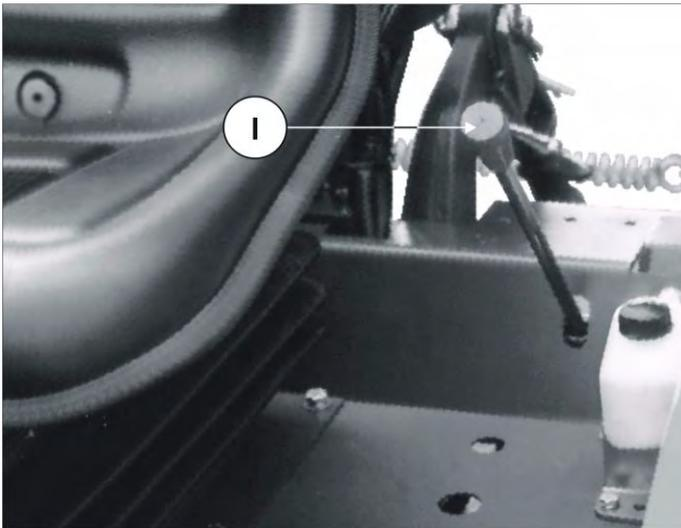

Abb. 8
I. SCHALTHEBEL FÜR ZAPFWELLENDREHZAHL (Abb. 8)